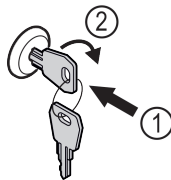

Fig. 96
- Sleutel erin duwen Fig. 96 (1).
- Sleutel 90° rechtsom draaien Fig. 96 (2).